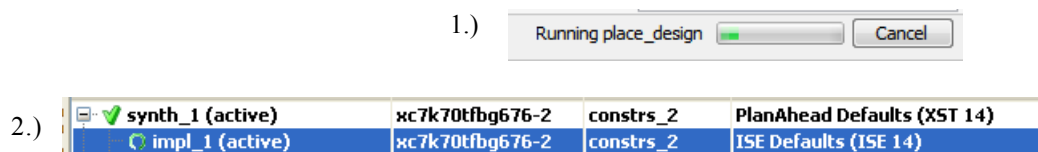

図 1-15: インプリメンテーション run のステータス表示
進行中の run のステータスは、2 つの方法で表示されます。図 1-15 に示すこれらのステータス表示には、run が進行中であることが示されるほか、ここから必要に応じてキャンセルできるようになっています。
- 図 1-15 の下部に示す [Design Runs] ビューの run ステータス インジケータには、run が進行中であることを示す円状の矢印が表示されます。run を右クリックしてポップアップメニューから [Reset Run] をクリックすると、run をキャンセルできます。